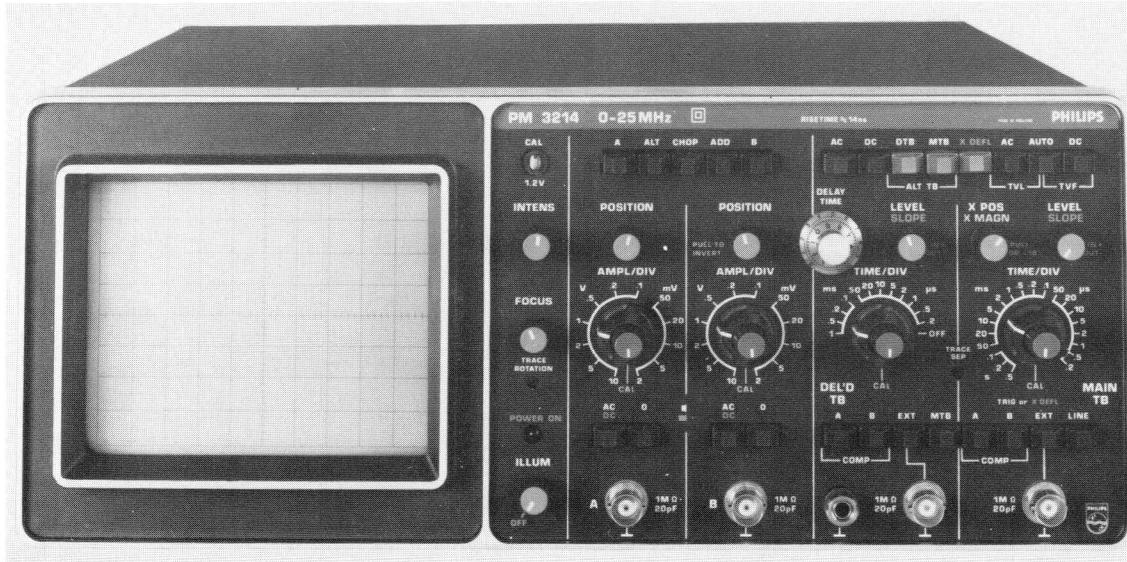

Fig. 2.2. Vorderansicht des Oszilloskopen mit Bedienungsorganen und Buchsen
2.2 BEDIENUNGSELEMENTE UND BUCHSEN (Siehe Abb. 2.2)